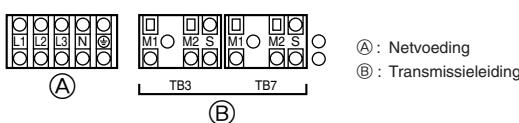

Fig. 6-1
6.2. Bedieningsdoos en aansluitpositie van bedraging (Fig. 6-1)